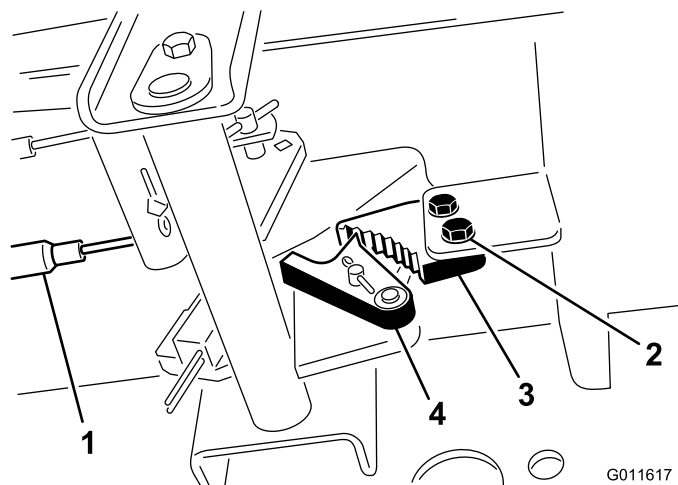

図 44
1. 駐車ブレーキのツメをフレームに固定しているネジ2本をゆるめる(図 44)。
2. ブレーキのツメが戻り止めに完全に掛かるまで駐車ブレーキペダルを前に踏み込む(図 44)。